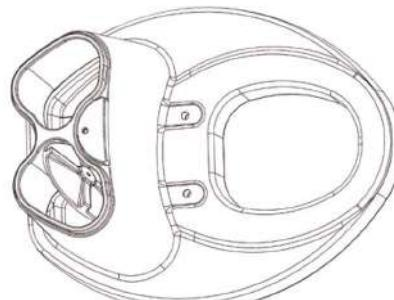

рис. 1
4. Поместите разбрасыватель в бак туалета через отверстие в месте установки крышки (рис. 1).